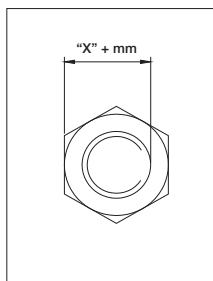

Figura 6
- Misurare la distanza dal piano del dado al punto estremo del bullone. Vedere la Figura 6.